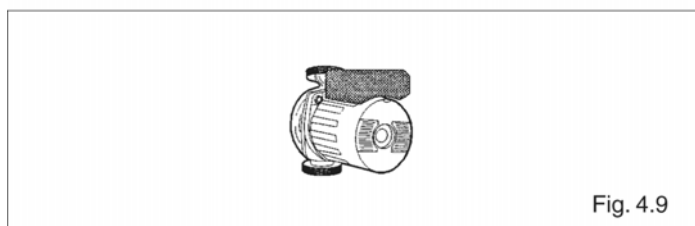

Fig. 4.9
- убедитесь в том, что циркуляционный насос работает правильно (рис. 4.9)